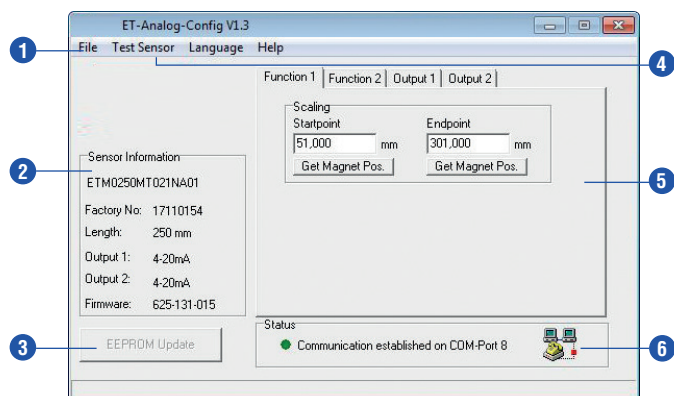

Fig. 29: MTS ET-Analog-Config V1.3, Function 1
Après démarrage du configurateur analogique, l'interface utilisateur Windows correspondant au capteur connecté s'ouvre, affichant les paramètres réglables (Fig. 29).
- 1 Le menu **File**, permet d'enregistrer la configuration sur disque dur, de l'imprimer ou de la charger dans le capteur⁵. En outre, ce menu permet de revenir aux réglages usine (Fig. 29).
- 2 Le panneau **Sensor Information** contient les paramètres invariables du capteur, qui sont lus automatiquement à la connexion du capteur. (Fig. 29).
- 3 Toutes les modifications effectuées apparaissent sur fond noir. Lorsque l'on clique sur **EEPROM update**, les paramètres modifiés sont envoyés au capteur et stockés de façon permanente. Par la suite, les valeurs stockées sont affichées de nouveau sur fond blanc (Fig. 29).
- 5 Les onglets de contrôle du panneau principal permettent l'affectation des fonctions aux sorties du capteur. La plage de mesure des fonctions est déterminée dans **Scaling** (Fig. 29).
- 6 **Status** indique que la connexion du capteur s'est effectuée avec succès (Fig. 29).